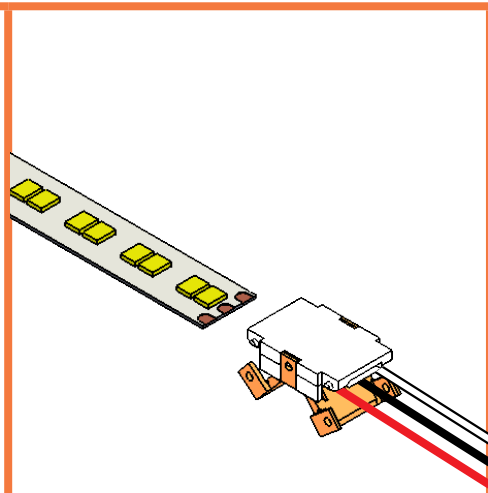

Figure 1
1. Pour HFL05 : Insérez l'extrémité dénudée du fil de calibre 18 dans l'extrémité de fil du connecteur en s'assurant qu'il est bien enfoncé. Faites correspondre la polarité [rouge (DC+), noir (W-) et blanc (C-)] aux fils du ruban. Voir la Figure 1